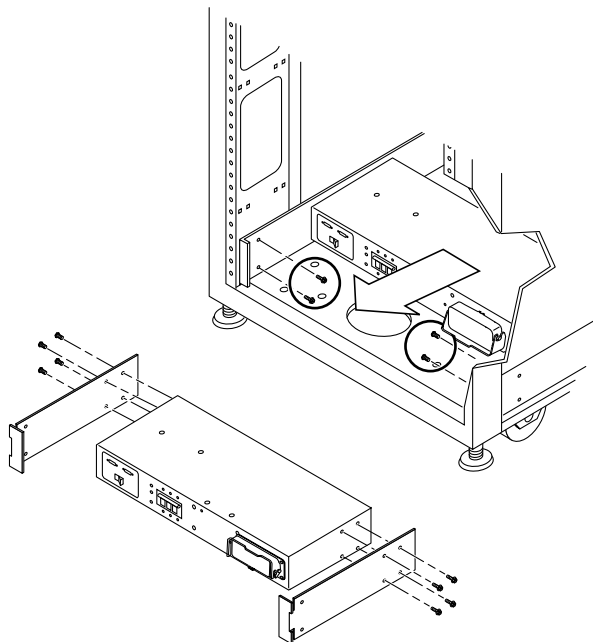

図 4-7 電源シーケンサの取り外し
2. 電源シーケンサ背面の電源コネクタからキースイッチのアダプタケーブルを抜き取ります (図 4-7)。
1. 記憶装置システムに電源シーケンサを滑り込ませます (図 4-7)。